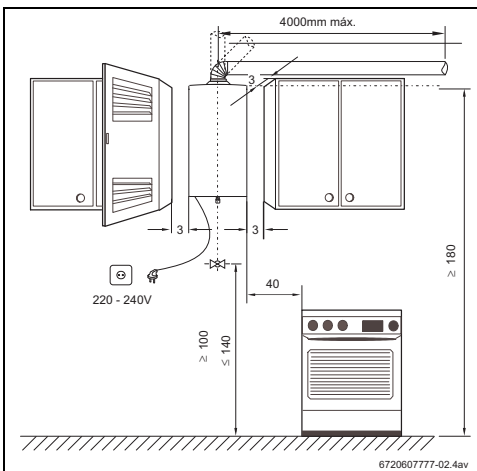

Fig. 9 Distâncias mínimas
- Respeitar as medidas mínimas de instalação indicadas na Fig. 9.